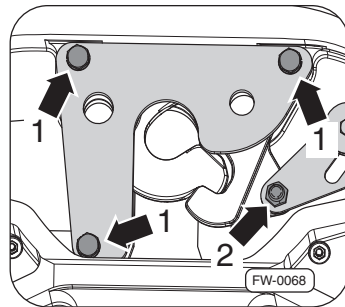

Abb. 33 · Abdeckung entfernen
- Die Schrauben ⇒ Abb. 33, -Pos. 1- und Muttern -Pos. 2- lösen und entsorgen. Die Abdeckung vom Verschluss entfernen.